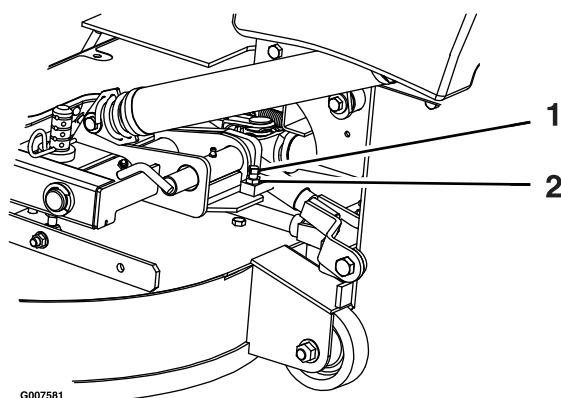

Figure 72
2. Desserrez l'écrou de blocage et tournez la vis de butée dans le sens horaire jusqu'à ce que la goupille de verrouillage soit serrée et ne puisse pas être tournée à la main (Figure 72).